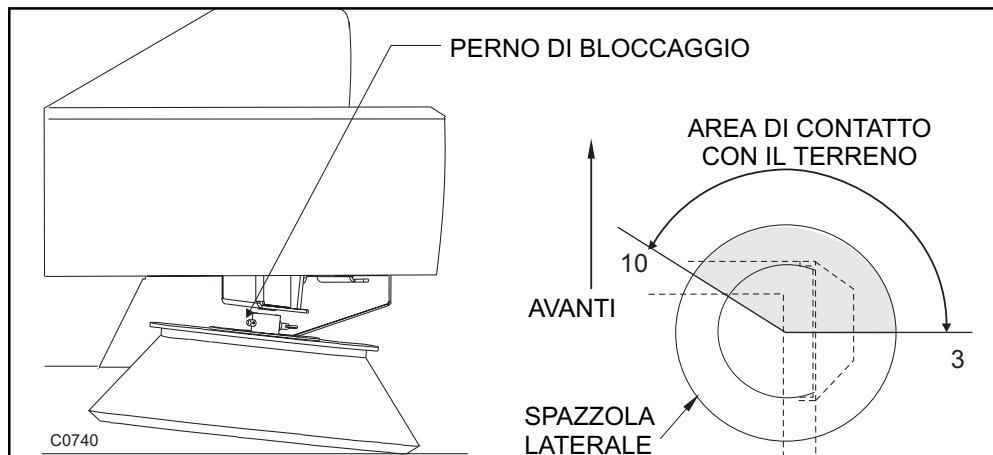

Figura 36
10. Determinare se è necessaria la regolazione dell'altezza delle spazzole laterali esaminando l'area di contatto sul pavimento. La spazzola dovrebbe fare contatto sul pavimento come indicato in figura 36. Regolare l'altezza dell'area di contatto della spazzola laterale sul pavimento se l'area di contatto non è simile a quella della figura.